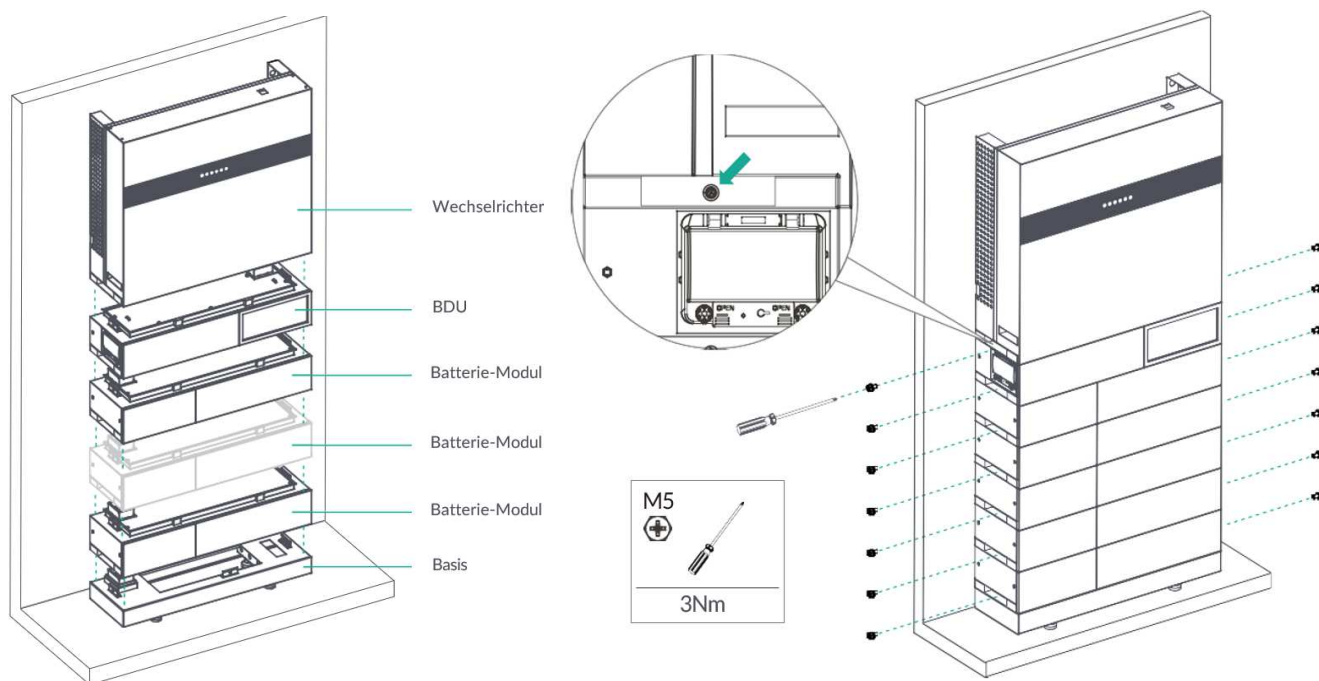
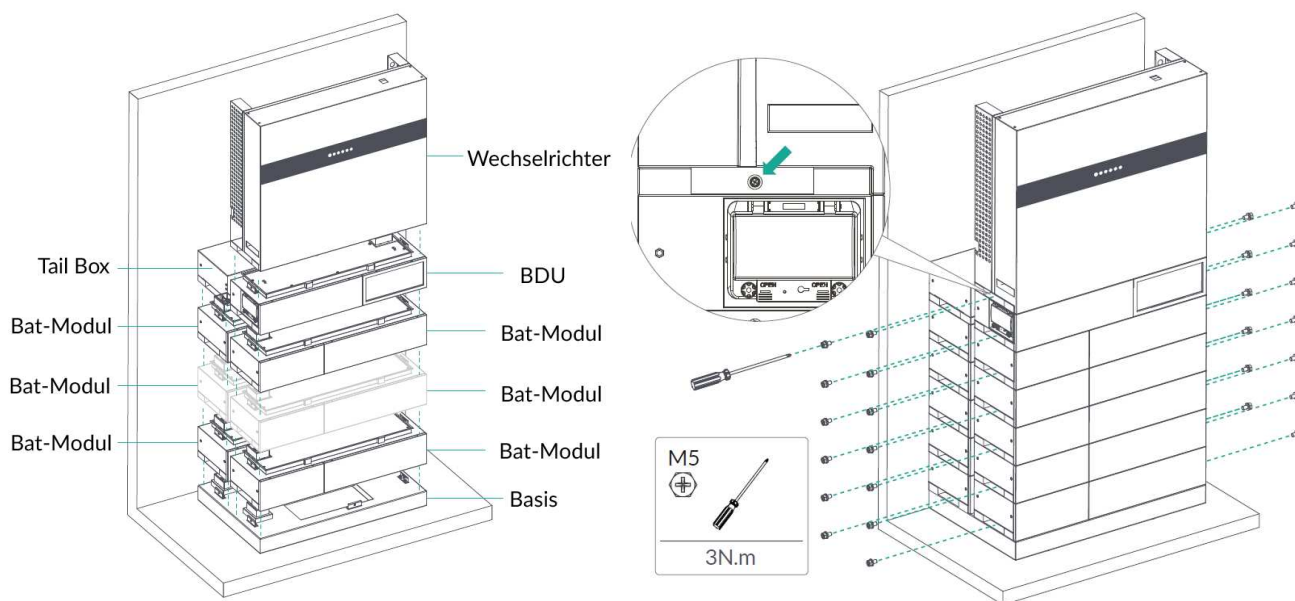

Abbildung 14: Zusammenbau einfacher Turm (4-6 Batteriemodule)
Abbildung 15: Zusammenbau zweifacher Turm (7-10 Batteriemodule)
- Batteriemodule nacheinander auf die Basis stellen, s. Abbildung 14 / Abbildung 15